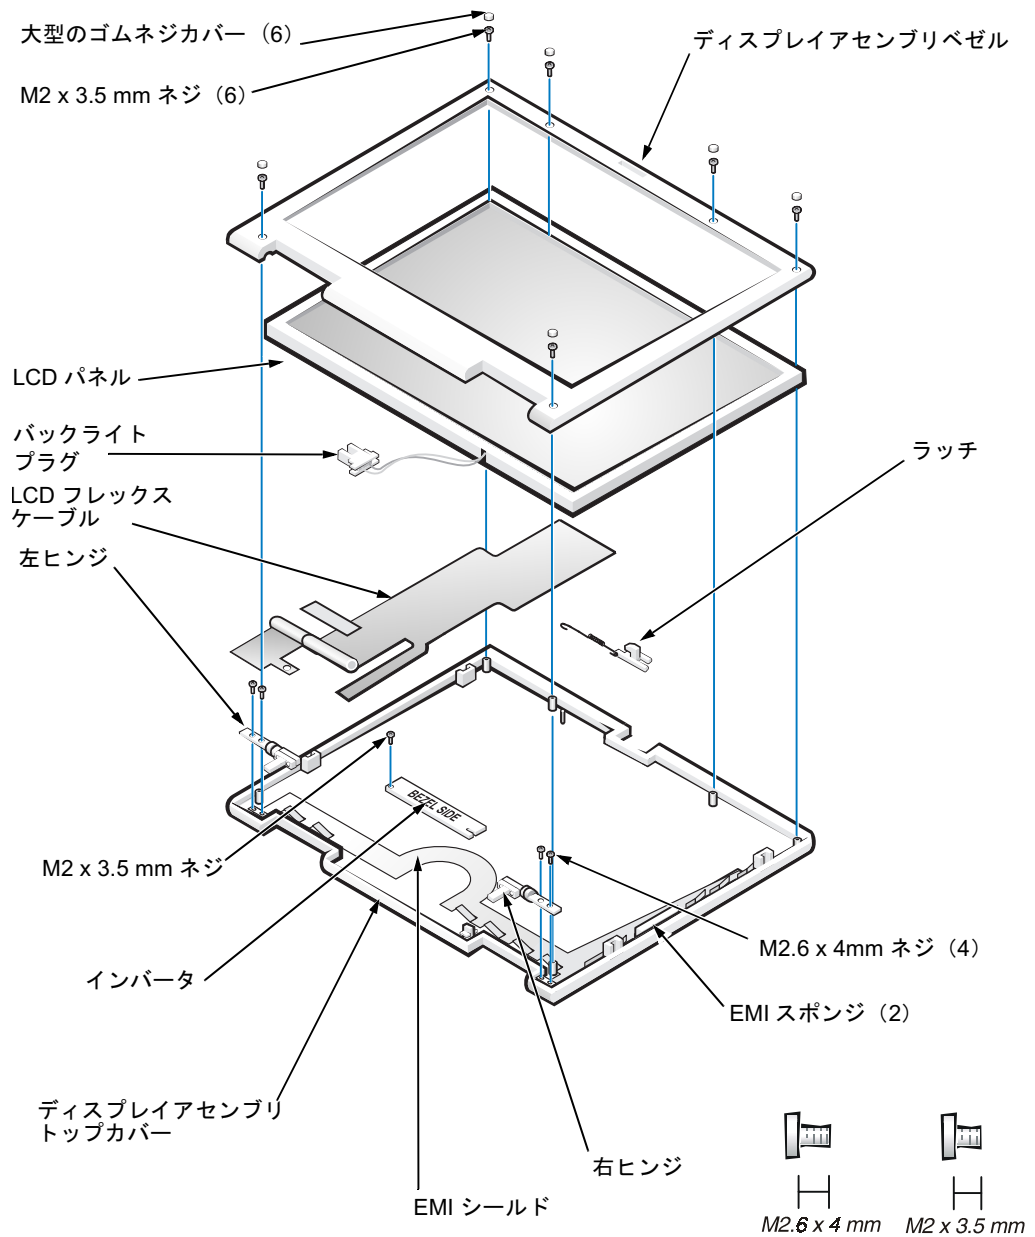

図 9 ディスプレイアセンブリベゼルの取り外し
1. ディスプレイアセンブリ正面のベゼルの上下にある 6 つのネジ穴から 6 つのゴムネジカバーをスクライブを利用して慎重に取り外します (図 9 参照)。
2. ディスプレイアセンブリ正面のベゼルの上下にある 6 本の M2 x 3.5 mm ネジを取り外します (図 9 参照)。
4. 左ヒンジとトップカバーを固定している 2 本の M2.6 x 4 mm ネジを取り外します (図 9 参照)。
2. キーボードアセンブリの上部にある 4 本の M2 x 4 mm ネジを取り外します (図 9 参照)。